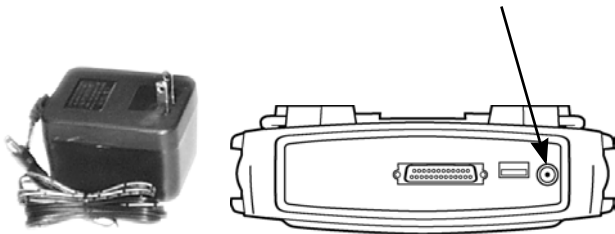

Figura 2.1: Adaptador Eliminator y Puerto de Alimentación del Escáner
- 2 Conecte el conector del Cargador de Batería al Puerto de Alimentación Externo localizado en la parte superior de la Herramienta de Escaneo, ver Figura 2.1.